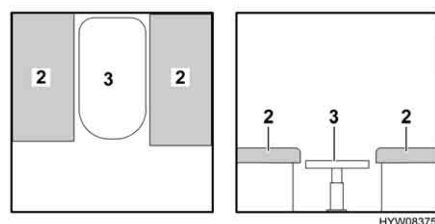

Fig. 37 Durante la trasformazione
- Trasformare il tavolo (Fig. 37,3) in struttura di supporto letto (vedi paragrafo 6.8).